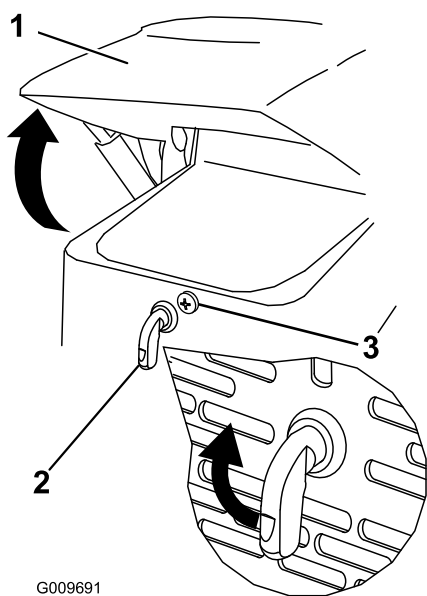

Bild 21
1. Lösen Sie die Arretierschraube an der Motorhaube (Bild 21)
3. Ziehen Sie die Arretierschraube der Motorhaube fest, um den Riegel zu arretieren (Bild 21).
2. Drehen Sie den Motorhaubenriegel nach rechts (Bild 21).
3. Klappen Sie die Haube hoch (Bild 21).